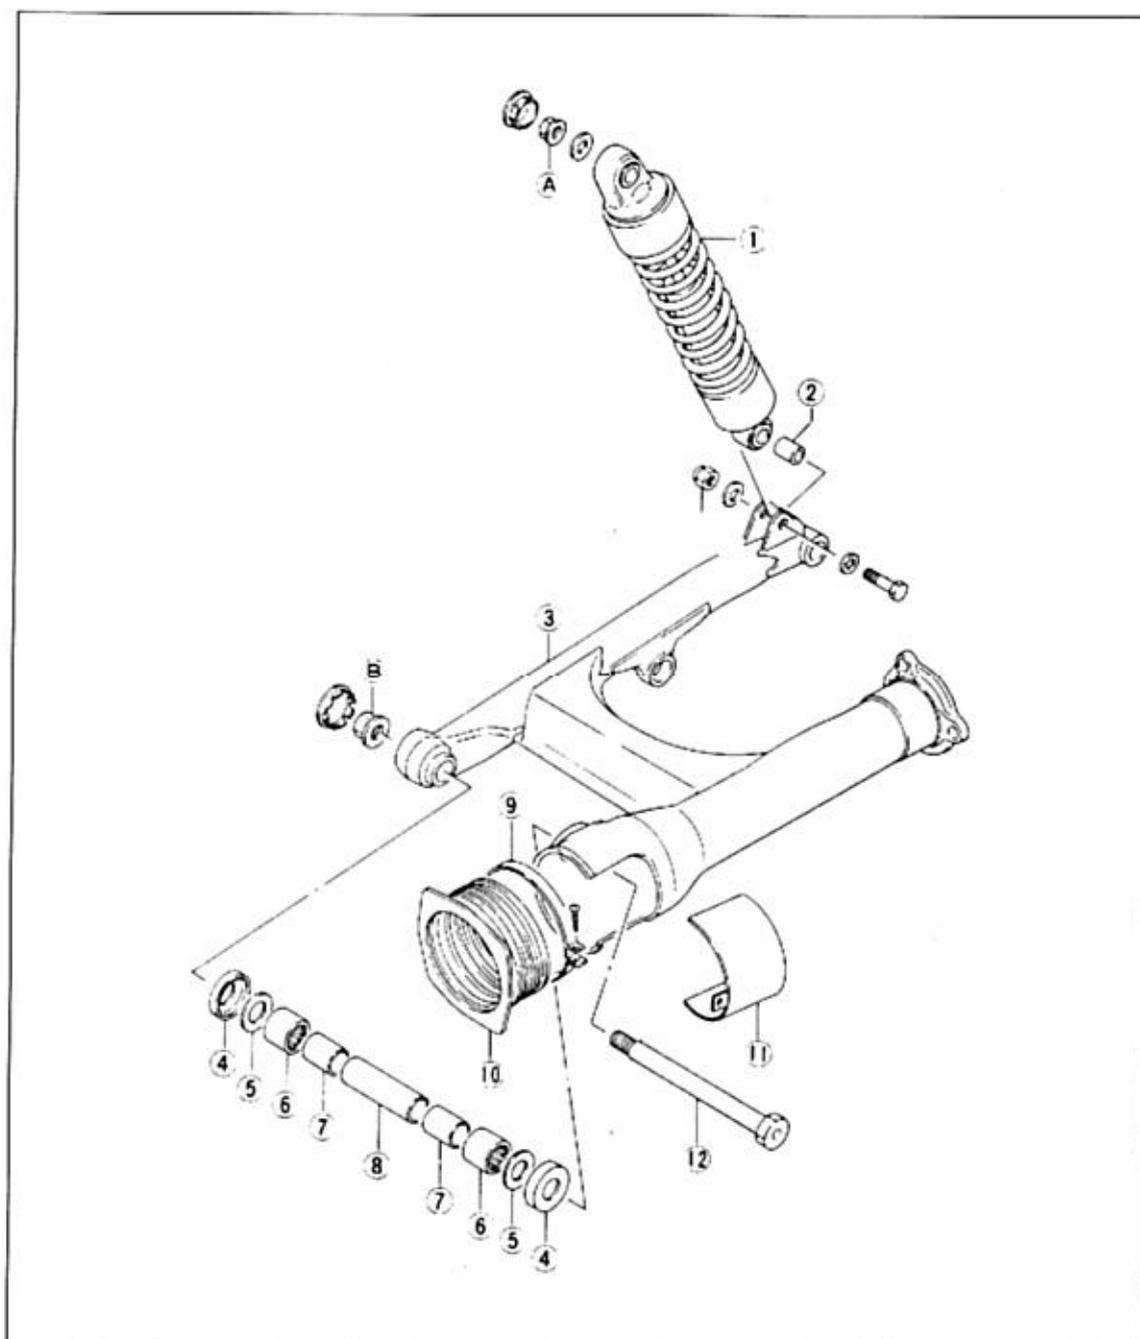

Bild 179
- Schwingenachsmutter rechts anziehen (Bild 179; 50 bis 80 Nm).